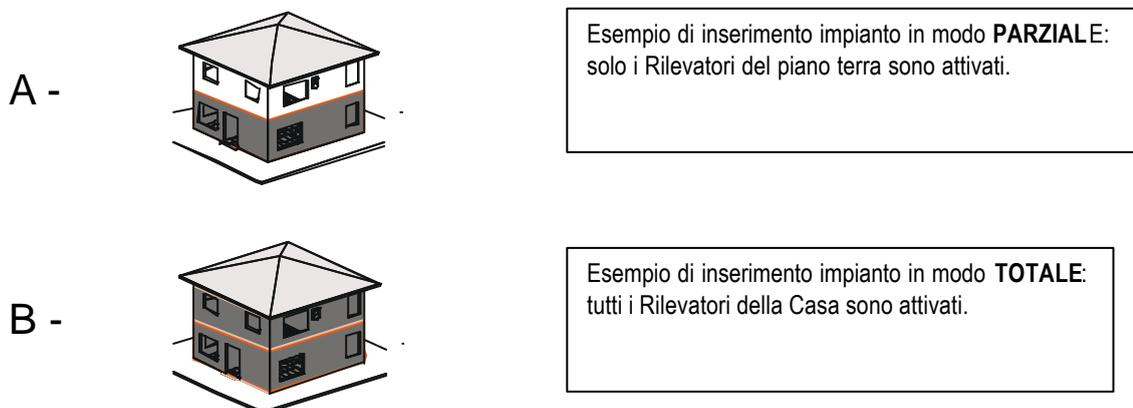

Fig. 2 – Esempio di inserimento Parziale e Totale
- Come mostrato nella figura 2, l'impianto permette di attivare i rilevatori di tutta l'abitazione o parte della stessa. Oltre a quanto mostrato nella fig. 2, si potrebbe attivare solo la protezione perimetrale o tutta la casa, esclusa la zona notte.